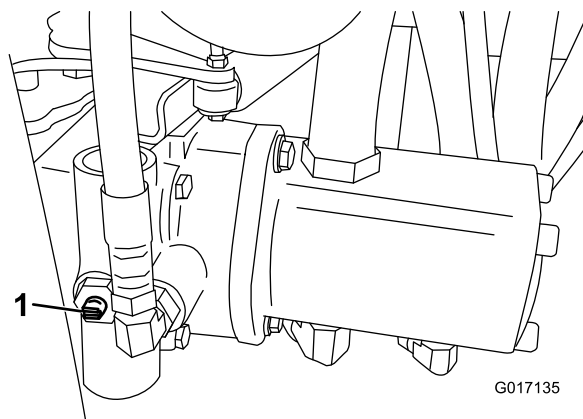

図 32
1. 油圧ポンプについているバイパスバルブ 図 32 の溝が「縦」になるようにバルブを回転させる。
2. エンジンを開始する時には、必ずバイパスバルブ 図 32 を閉じる溝が横向きになる。バルブを開けたままでエンジンを掛けないこと。